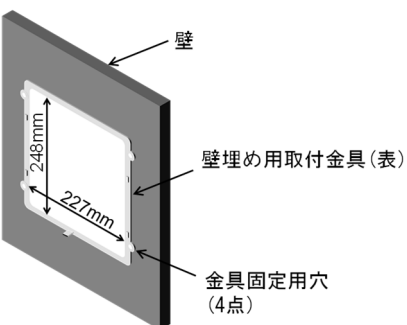

図3.4.1
- 取り付けたい壁に長さ248mm×幅227mmの穴を開けます。(図3.4.1)